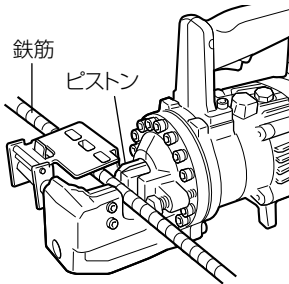

図 11
- (1) 最大能力の鉄筋 (22 mm) を深くはさみ、スイッチを入れ、ピストンを 5 mm 程度前進させます。(図 11)
- (2) スイッチを切り、ピストンを止めます。
- (3) そのままの状態、オイル注入口を上にしてオイルプラグをはずし、注入口いっぱいまで付属の油圧オイルを補給します。
- (4) オイルプラグをいったん締め付けて、スイッチを入れ、上記の (1) ではさんだ鉄筋を切断します。
- (5) (1) ~ (4) までの操作を 2 ~ 3 回くり返し行ない、油圧オイルを満たんにします。
- (6) 油圧オイルの補給後はオイルプラグを十分締め付けてください。